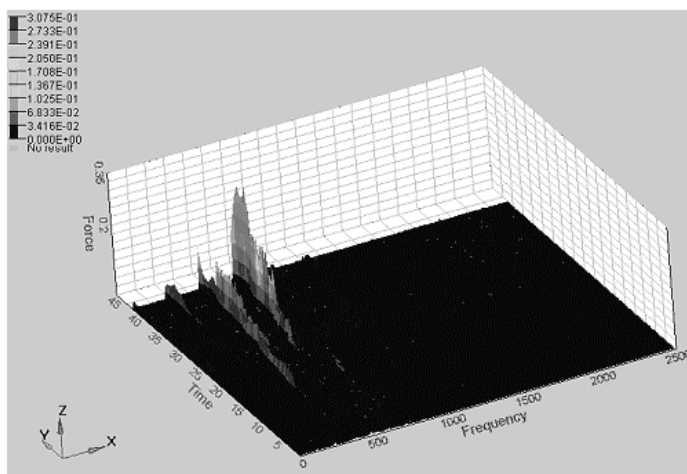

图 13-100 以时间为变量的频率瀑布图
(10) 单击 Apply 按钮。结果如图 13-100 所示。